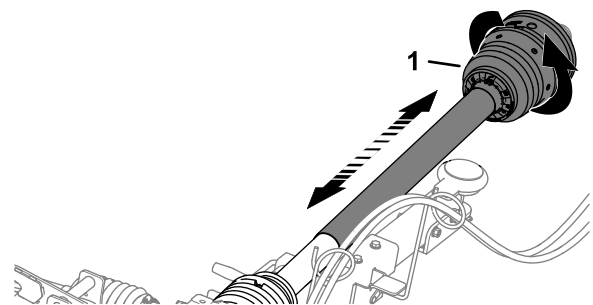

Figure 16
2. Faites tourner la moitié avant de la protection de l'arbre de PDF d'un tour complet (Figure 16).
3. Faites coulisser la moitié avant de la protection de l'arbre de PDF pour vérifier qu'elle bouge librement (Figure 16).